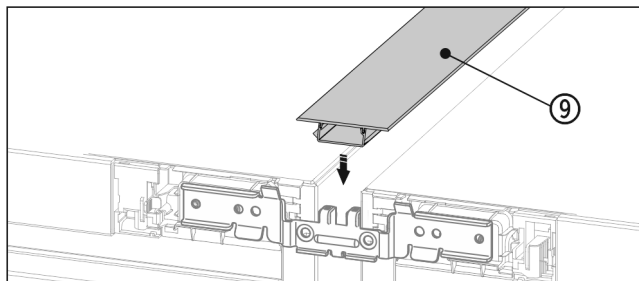

Fig. 20 *
- En la parte superior, presione el listón embellecedor Fig. 20 (9) corto para introducirlo en la ranura horizontal.*